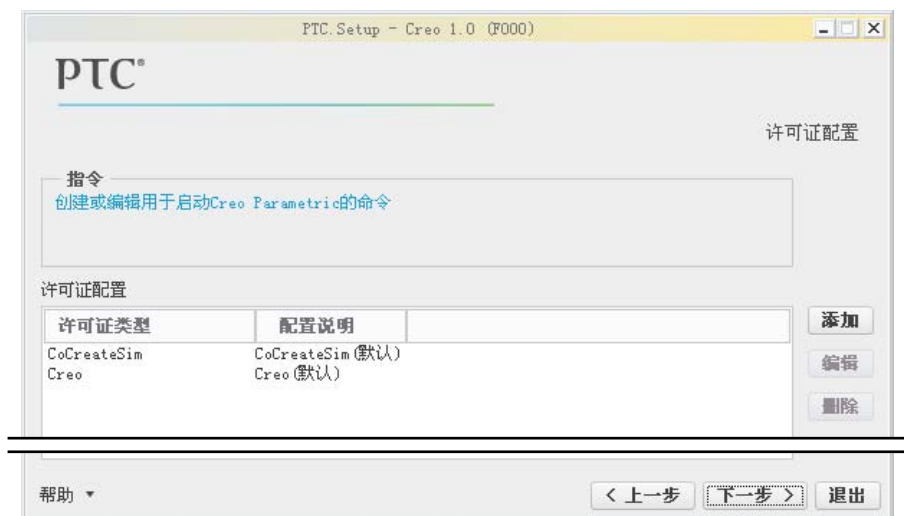

图 1.3.11 可选配置步骤
(1) 在 **Windows快捷方式首选项** 区域中选中 ☒ **桌面**、☒ **开始菜单** 和 ☒ **程序文件夹** 复选框, 下面的 **程序文件夹**、**启动目录** 选项采用默认设置值。
(2) 在 **Windows环境首选项** 区域中, 确保选中 ☒ **修改所有用户的系统环境** 单选项。
(3) 单击 **下一步 >** 按钮。
Step6. 系统弹出图 1.3.11 所示的对话框, 提示用户选择 Creo 软件的可选配置项目, 然后单击 **下一步 >** 按钮。